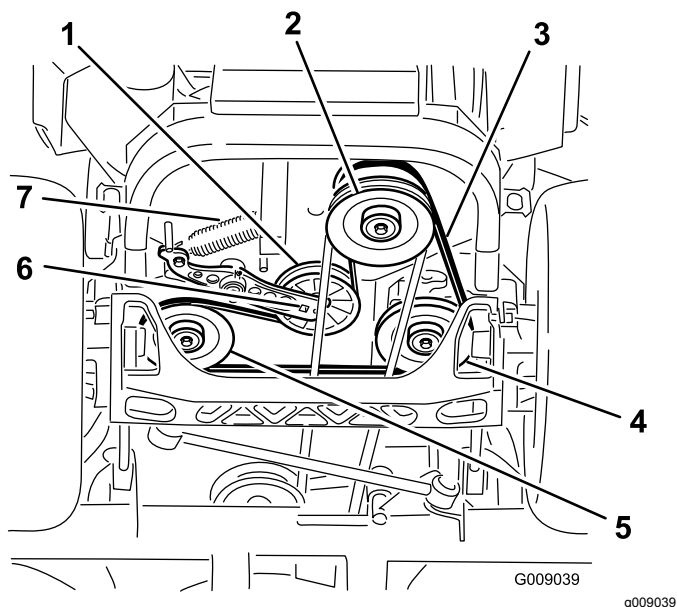

Figure 79
- Soulevez la machine sur des chandeliers (Figure 79).
5. Insérez un rochet dans le trou carré du bras de la poulie de tension pour déposer le ressort de la poulie de tension (Figure 79).
6. Décrochez le ressort de tension sur le cadre (Figure 79).
9. Insérez un rochet dans le trou carré du bras de tension pour installer le ressort de la poulie de tension sur le cadre (Figure 79).